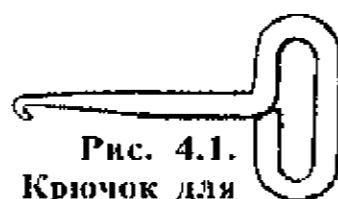
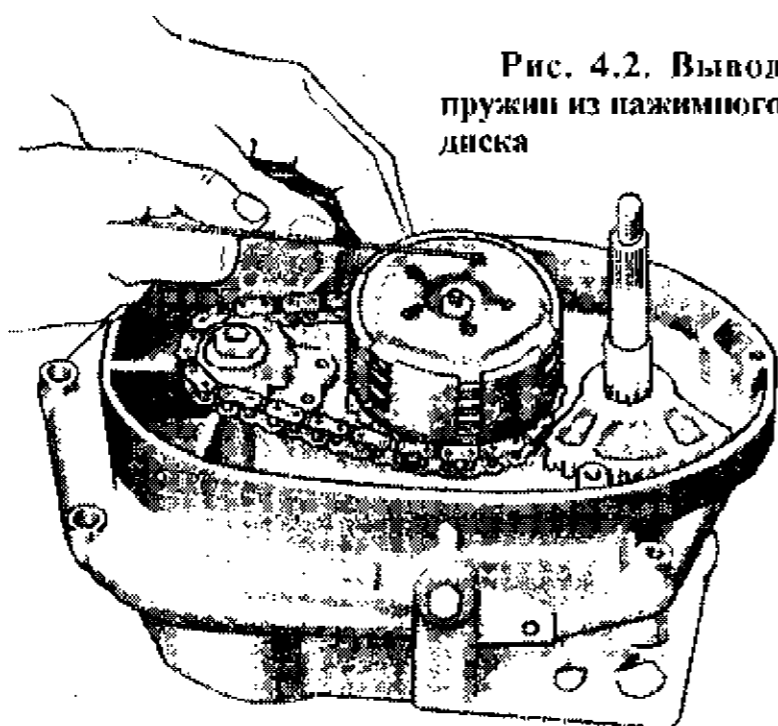

Рис. 4.1.
Рис. 4.2. Вывод
- ✓ с помощью крючка (рис. 4.1) снять концы пружин с нажимного диска и поворотом против часовой стрелки, ввести все пять пружин внутрь барабана (рис. 4.2);
Для разборки сцепления понадобится крючок из стальной проволоки диаметром 1-2 мм (рис. 4.1). С его помощью, последовательно оттягивая и немного поворачивая пружины, нужно опустить их в отверстия нажимного диска. Выполнив эту операцию, можно извлечь весь пакет сцепления и заменить износившиеся диски.